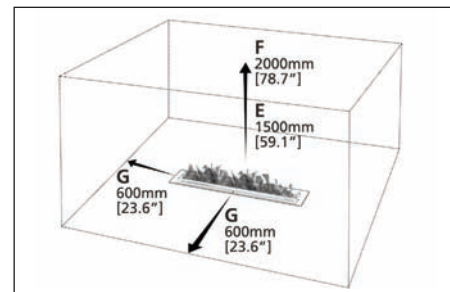

Fig. 4
B. « EMPLACEMENT DU BRÛLEUR SANS FOYER » (Fig.4)